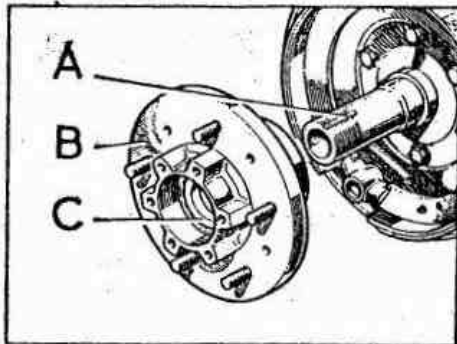

Fig. E -12 Desmontaje del conjunto de la mangueta y cojinete
- 1.4. Manteniendo el cojinete exterior, C (Fig. E -12), en su sitio, se sacará el conjunto del buje, B, y cojinete.
- 4.1. Manteniendo el cojinete en su sitio, se deslizará el conjunto del buje y rodamiento sobre el manguito A (Fig. E -12).